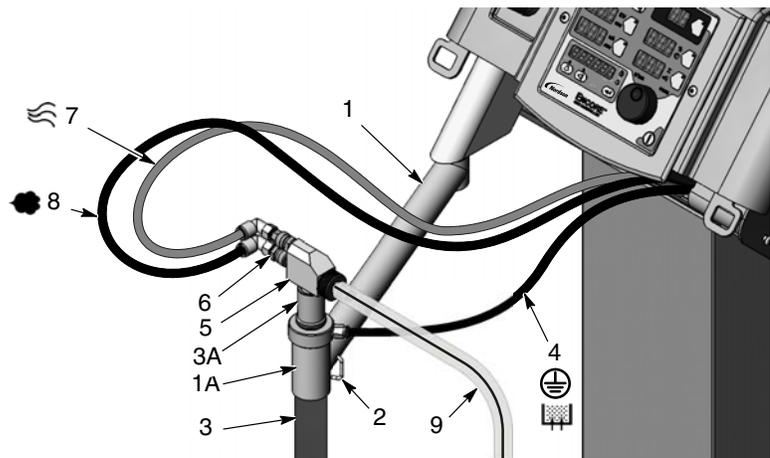

Figura 3-6 Sistema VBF - Instalación de tubo de aspiración y de bomba
1. Ver la figura 3-6. Desembalar el tubo de aspiración (3).
2. Girar el brazo de tubo de aspiración (1) sobre la mesa vibratoria, desplazar el recipiente del tubo de aspiración (2) fuera del trayecto, y después deslizar el tubo de aspiración a través del soporte del tubo (1A).
3. Instalar la bomba (5) en el adaptador de la bomba (3A) con un ligero movimiento de giro.
- Introducir el tubo de aire de atomización de color azul de 8 mm (7) en el racor del tubo superior en la bomba,
- Introducir el tubo de aire de flujo de color negro de 8 mm (8) en el racor del tubo inferior en la bomba,
- El tubo del aire de fluidificación negro de 6 mm (4) en el racor del tubo en el tubo de aspiración.